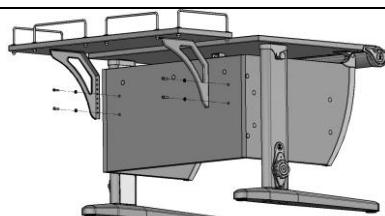

Рис. 4
- 5.2.1. Из стенки задней основания стола удалить заглушки технологические и прикрутить полку при помощи винтов (поз. 2, пакет № 20), через шайбы (поз. 3, пакет № 20), согласно рис. 4.
- 6.3. Для регулировки полки по высоте, следует выкрутить винты крепления полки к столу, согласно рис. 4, установить полку на требуемую высоту и снова закрутить винты крепления полки.